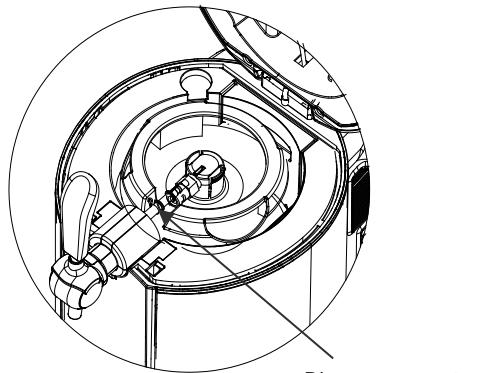

Figuur 8
2. Installeer de nieuwe adapter op de thuistap en controleer of de slang goed is aangesloten. (Figuur 8 en 9)